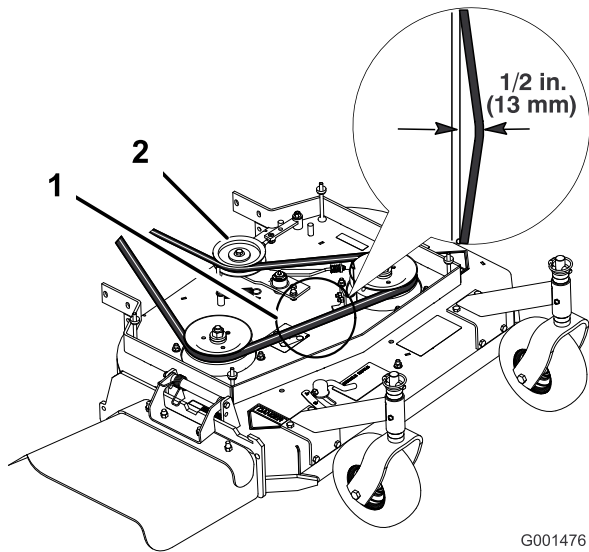
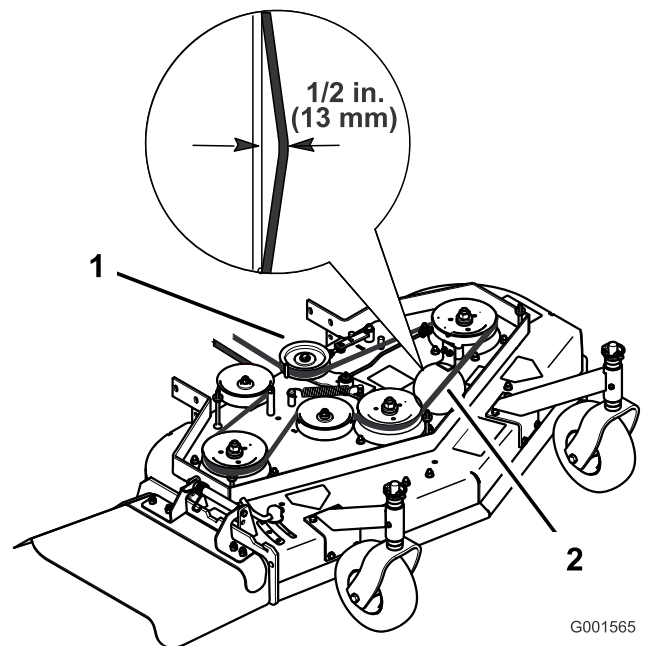

Figura 37
Figura 38
Nota: La tensión correcta de la correa del cortacésped es de 44-67 N (10-15 lbf) con la correa desviada 13 mm (1/2 pulg.) en el punto intermedio entre las poleas (Figura 37 o Figura 38).
- Afloje la contratuerca del tensor (Figura 37).
- Gire el tensor hacia la parte trasera del cortacésped para aumentar la tensión de la correa. Gire el tensor hacia la parte delantera del cortacésped para reducir la tensión de la correa (Figura 37).
Nota: La tensión correcta de la correa del cortacésped es de 44-67 N (10-15 lbf.) con la correa desviada 13 mm (1/2 pulg.) en el punto intermedio entre las poleas (Figura 37).
Nota: La tensión correcta de la correa del cortacésped es de 44-67 N (10-15 lbf.) con la correa desviada 13 mm (1/2 pulg.) en el punto intermedio entre las poleas (Figura 38).